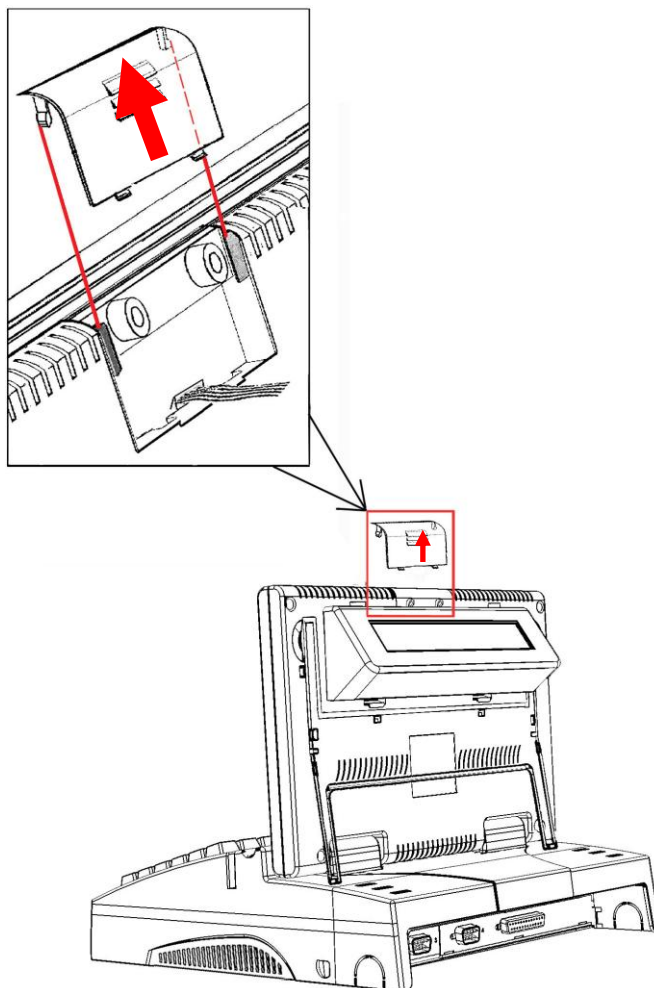

Рисунок 14. Снятие защитной крышки
2. Отделить детектор банкнот от дисплея кассира (подробнее смотрите раздел «Снятие детектора банкнот» на странице 27) или, если не установлен детектор банкнот, снять защитную крышку, установленную в проеме (отверстии) в верхней части дисплея кассира. Для этого необходимо надавить на крышку и сместить ее по направлению «от центра вверх» (смотрите рисунок 14 на странице 22).